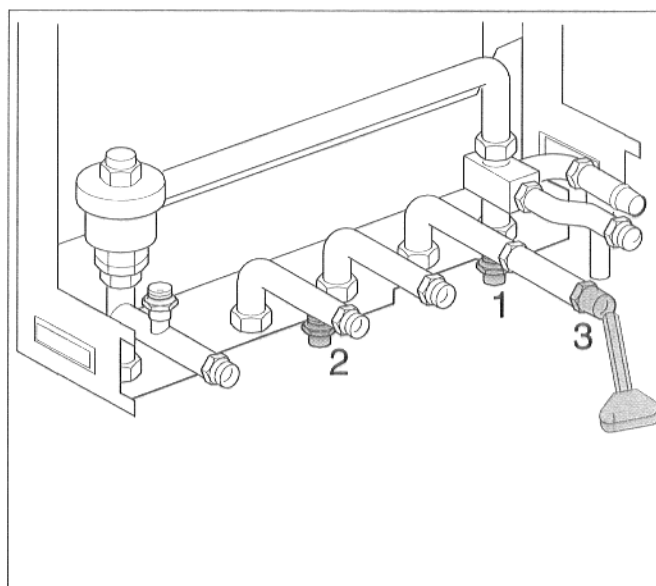

Abb. 52 Eintrittsmenge, Durchflußmenge und Austrittsmenge prüfen
- Eintrittsmenge Kaltwasser messen (Abb. 52, Pos. 1). Die Eintrittsmenge muß 6l/min betragen.
- Austrittsmenge Warmwasser messen (Abb. 52, Pos. 2). Beträgt die Austrittsmenge 6 l/min bei 60 °C, ist der Wasser-Erwärmer in Ordnung.
- Durchflußmenge messen. Die Durchflußmenge muß auf mindestens 6l/min einstellbar sein (Abb. 52, Pos. 3).
- Verschraubung am Durchflußmengenbegrenzer lösen (Abb. 52, Pos. 3).
- Einfüllschlauch an Pos. 1 und Abflussschlauch an Pos. 2 in Abb. 52 anschließen. Wasser-Erwärmer mit „Reinigungsmittel für Kupfer-Wärmetauscher“ reinigen.